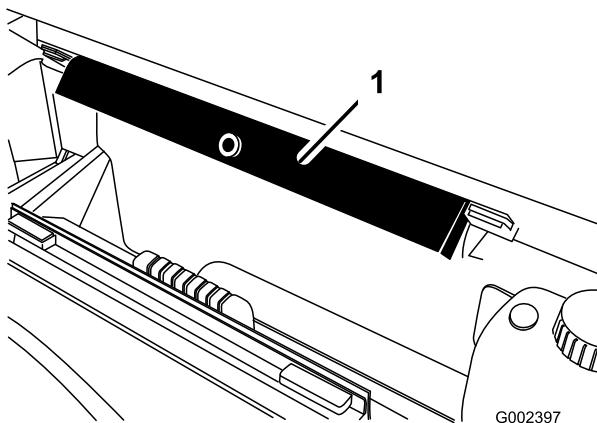

Figura 88
7. Staccate il supporto del pianale dalle staffe su cui è riposto, sulla parte posteriore del pannello del sistema ROPS (Figura 88).